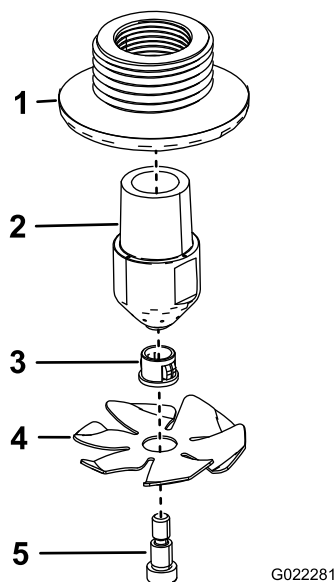

Figura 17
1. Asamblai cele 2 duze pentru clătire conform indicațiilor din Figura 17.